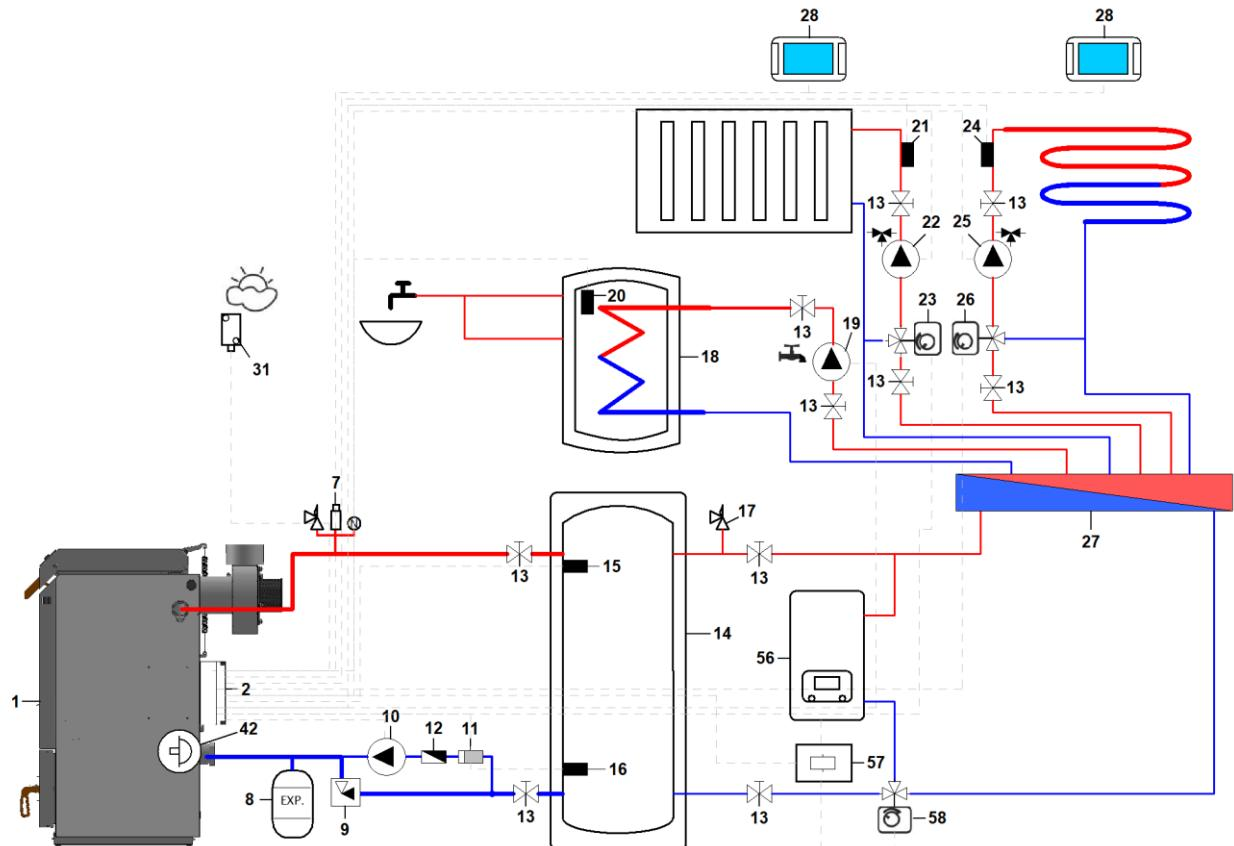

Abbildung 28. Hydraulischer Anschluss mit Reservekessel (56) und Umlenkventil (58)
*Ein Dreiwege-Umschaltventil kann angeschlossen werden, um den Heizkreislauf und das Brauchwasser vom Speicher zu trennen, um ein Aufheizen des Speichers zu verhindern - siehe Abbildung 28.*